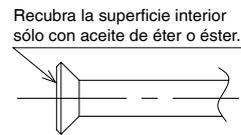

Fig. 15
- Al hacer una conexión acampanada, recubra la superficie interior acampanada solo con aceite de éter o de éster. (Consulte la Fig. 15) A continuación, gire la tuerca acampanada 3 o 4 veces con la mano y atornille la tuerca.